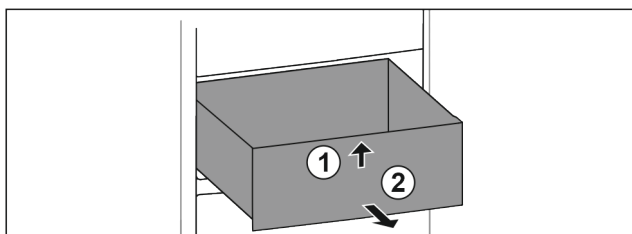

Fig. 99
- ▶ Nadvihnite zásuvku vpredu. Fig. 99 (1)
- ▶ Odoberte zásuvku dopredu. Fig. 99 (2)